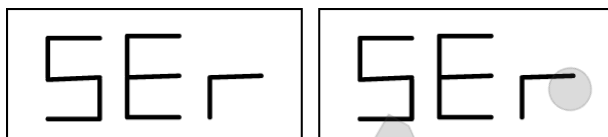

Рис. 9.1 Режим СЕРВИС включен
2. Нажмите [F+P3]  + . Станок переходит в сервисный режим, и будет отображаться сообщение **Ser Ser**. См. рисунок 9.1;